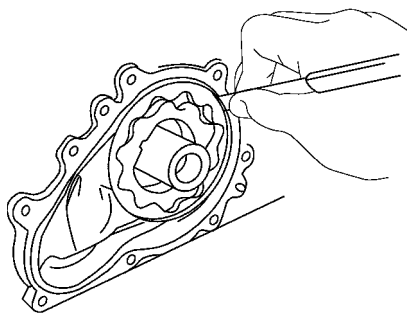

图 3-12 检查泵体间隙
(1) 检查泵体间隙。使用塞尺测量从动转子和泵体之间的间隙，如图 3-12 所示。